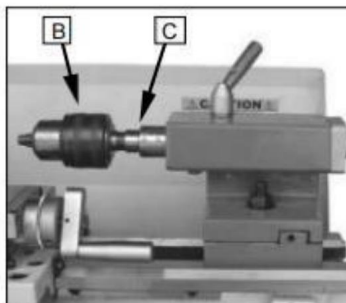

Fig. 28
Utilice el portabrocas para sujetar las brocas de centrado y las brocas helicoidales en el contrapunto (B) (Fig. 28)
Para montar el portabrocas en el contrapunto se necesita un mandril que tiene un cono Morse n.º 1. (C) Fig.28